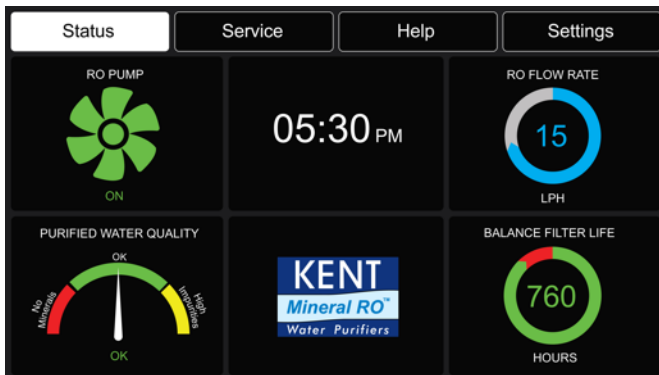

Figure 1
- Dans les conditions normales de fonctionnement, l'utilisateur pourra visualiser l'état général de fonctionnement comme indiqué en figure 1, les détails sont visibles en plein écran.